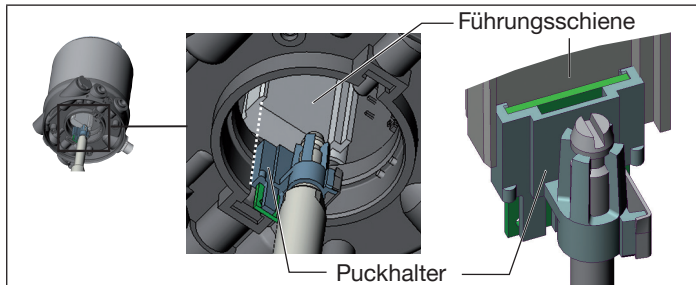

Bild 5: Ausrichten des Puckhalters
2. die Stutzen der Ansteuerung in die Steuerluftanschlüsse des Antriebs (siehe „Bild 5“) hineinfinden.